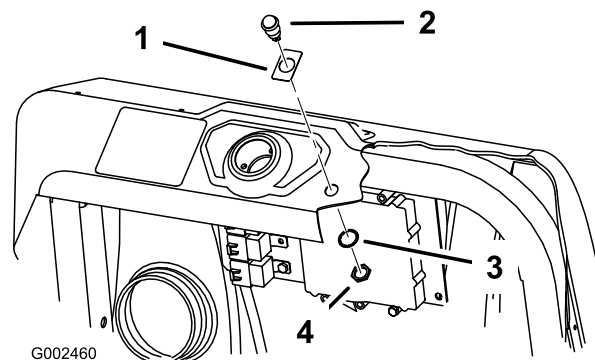
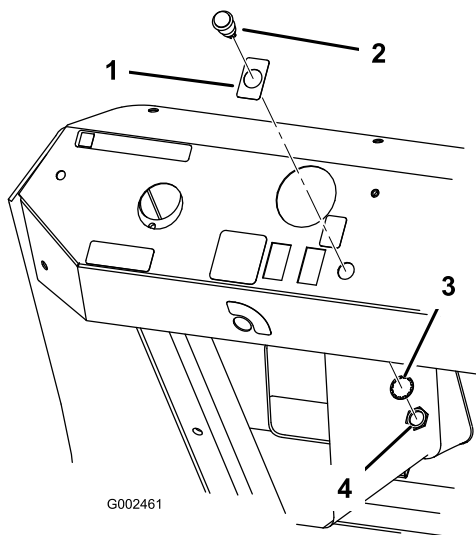

Bild 12
Bild 13
1. Kleben Sie das Schild 94-8582 über das Lampenloch im Armaturenbrett (Bild 12 für den Multi Pro 1200 und 1250 und Bild 13 für den Multi Pro 5600 und 5700).
- Setzen Sie die Lampe in das Armaturenbrett ein und befestigen sie mit der Scheibe und Mutter (Bild 12 oder Bild 13).